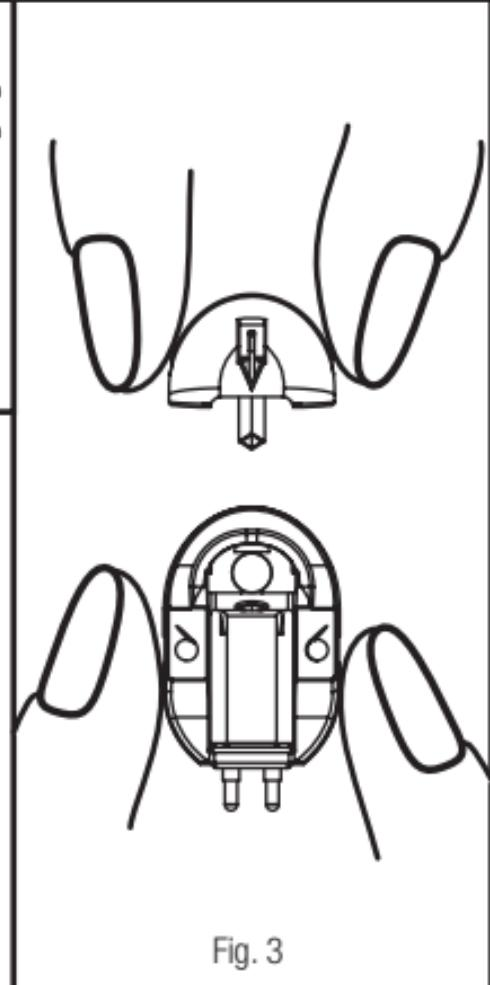

Fig. 3
- 5 **Austausch der Tonabnehmernadel:** Das Gehäuse der Tonabnehmernadel erfassen und vorsichtig zurückziehen (siehe Abbildung 3). Zum Austausch der Tonabnehmernadel das Gehäuse der Tonabnehmernadel vorsichtig erfassen und den Vierkant in die Öffnung des Tonabnehmers eindrücken, bis das Gehäuse der Tonabnehmernadel bündig mit der Halterung abschließt. Beim Austausch der Tonabnehmernadel niemals Gewalt anwenden. Alle Tonabnehmernadeln von Goldring werden nach spezifischen Leistungsparametern gefertigt. Ist ein Austausch der Tonabnehmernadel erforderlich, nur Originaltonabnehmernadeln von Goldring verwenden. Goldring-Ersatztonabnehmer für das Modell 2100 ist der GL2100/STY., 2200 ist der GL2200/STY., 2300 ist der GL2300/STY., 2400 ist der GL2400/STY., 2500 ist der GL2500/STY.